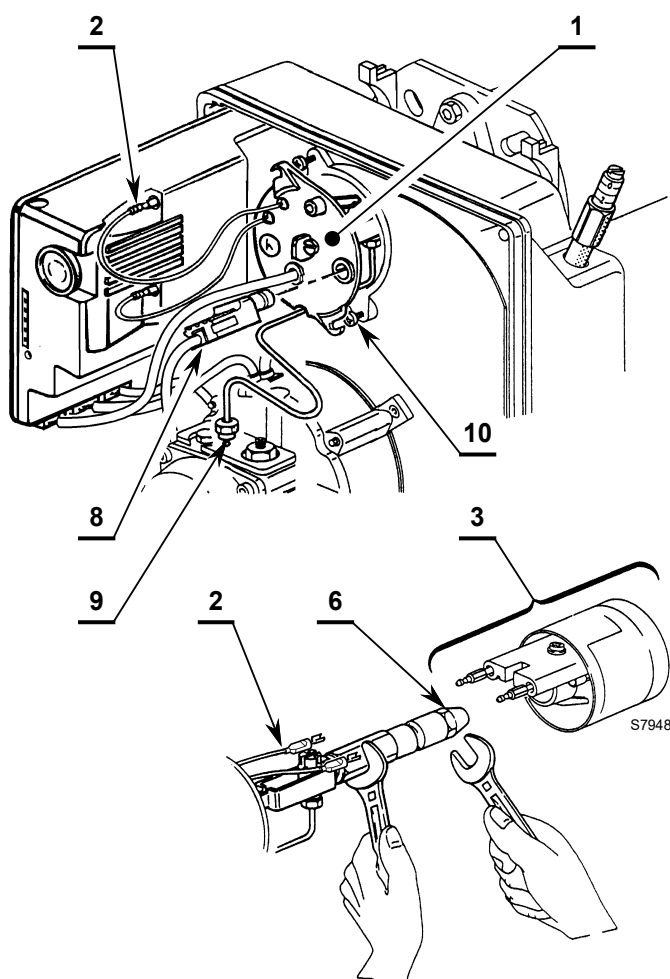

Abb. 13
1. Art (Abb. 13):
- Die Kabel 2)(Abb. 13) vom Steuergerät, Flammendetektor 8) abziehen und die Mutter 9) von der Pumpe abschrauben.
- Die Kabel 2) von den Elektroden abziehen, die Schraube 4)(Abb. 13) lockern und den Stauscheibenhalter 3) aus dem Düsenstock 1) ziehen.